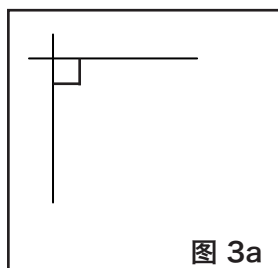
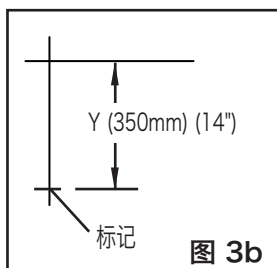
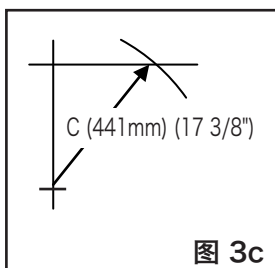
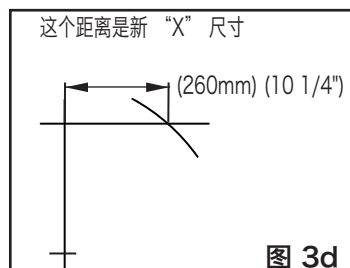

图 3a
图 3b
图 3c
图 3d
3. **确定最终尺寸。**在一个垂直平面上，使用水平仪绘制一条水平线和一条垂线形成一个直角（图 3a）。从交叉点向下测量确定的“Y”尺寸并标记（图 3b）。从修改的“Y”标记开始测量，旋转卷尺与“X”线交叉，在交叉处标记“C”尺寸（图 3c）。从交点测量到“C”交点的距离，这就是新“X”尺寸（图 3d）。